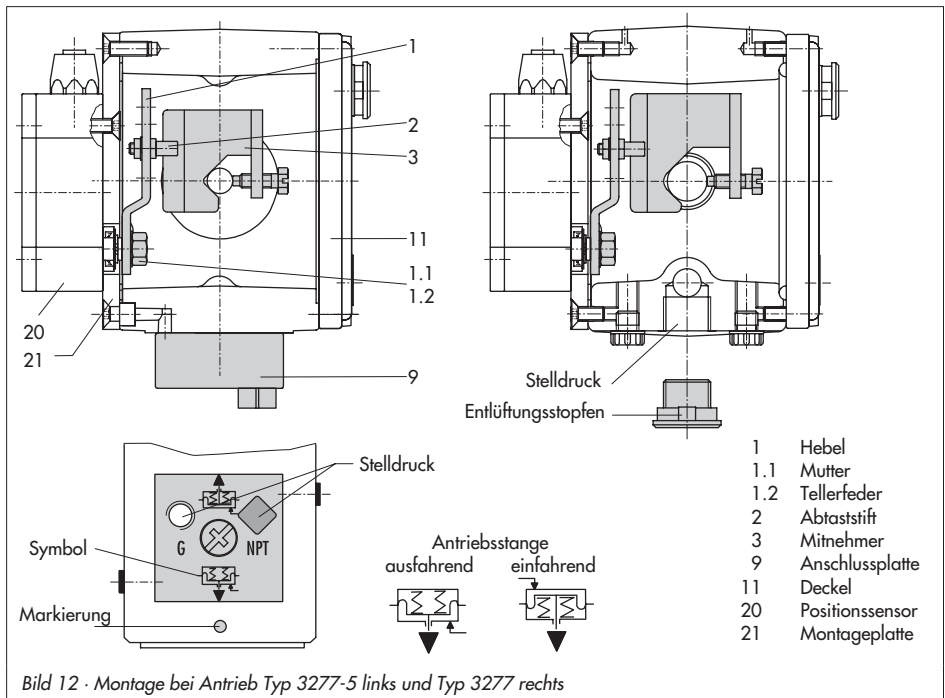

Bild 12 · Montage bei Antrieb Typ 3277-5 links und Typ 3277 rechts
Der Stelldruck vom Stellungsregler wird über den Stelldruckanschluss der Anschlussplatte (9, Bild 12 links) auf die Membrankammer des Antriebes geführt. Dazu zunächst die Anschlussplatte (9) aus dem Zubehör am Joch des Antriebes verschrauben.
- ▶ Anschlussplatte (9) dabei so drehen, dass das für die Sicherheitsstellung richtige Bildsymbol „Antriebsstange ausfahrend“ oder „Antriebsstange einfahrend“ nach der Markierung ausgerichtet ist (Bild 12 unten).
- ▶ Unbedingt darauf achten, dass die Flachdichtung der Anschlussplatte (9) richtig eingelegt ist.